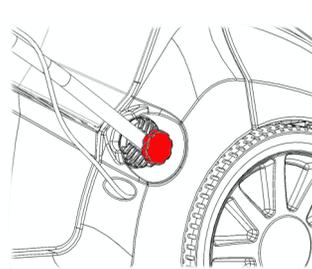
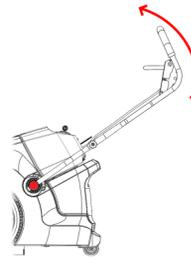

Abb. 1:
Abb. 3:
- Fahrbügelhöhe für den Bediener über die Sterngriffe einstellen (Abb. 1 + Abb. 3)